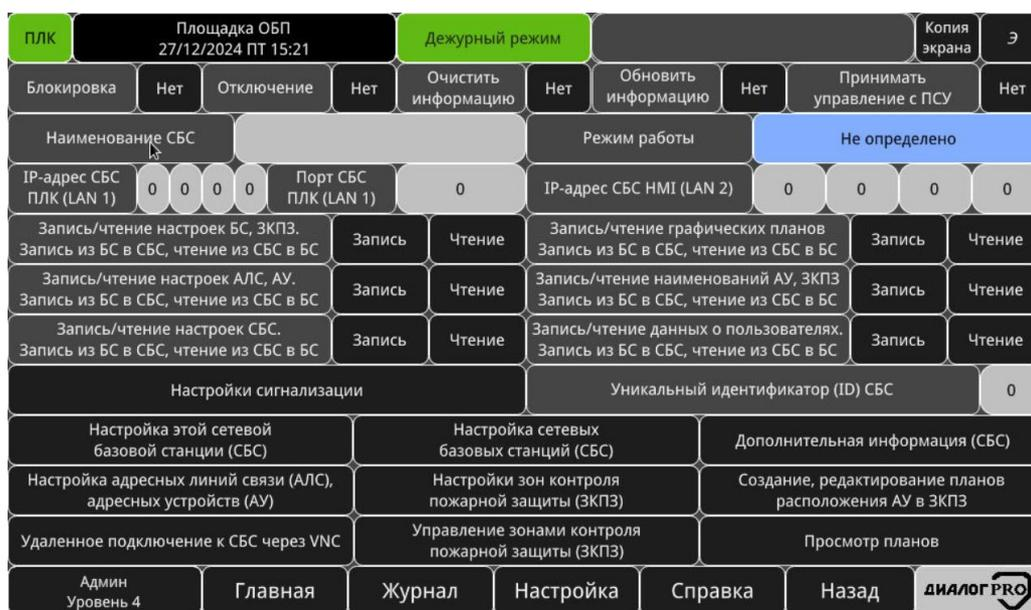

Рисунок 3.75 – Окно СБС «Площадка ОБП»
- «Наименование СБС» – кнопка-индикатор, содержащая наименование СБС и отображающая цветом текущий режим работы СБС. Нажатие на данную кнопку позволяет осуществить переход в окно СБС (рисунок 3.75);
- «Режим работы СБС» – кнопка-индикатор, отображающая текстом и цветом текущий режим работы СБС. Нажатие данную кнопку позволяет осуществить переход в окно СБС (рисунок 3.75).